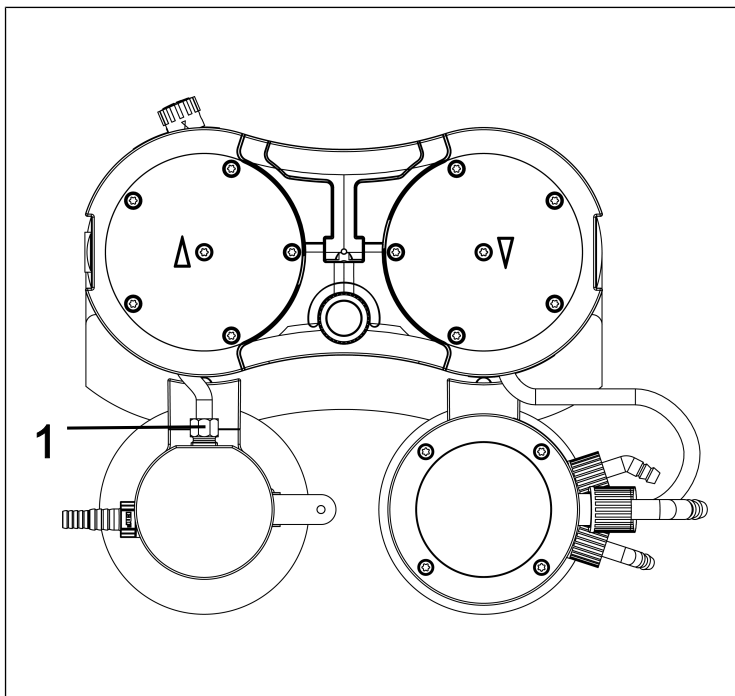

Fig.11: Desserrage du raccord de tuyaux
2. Desserrez la vis chapeau du raccord de tuyaux (**1**/Fig. 11) des composants du système de vide.
i Pour desserrer la vis chapeau du raccord de tuyaux du piège à liquide (**1**/Fig. 11), le cas échéant, une clé à fourche d'ouverture 14.
10. Vissez la vis chapeau du raccord de tuyaux du piège à liquide (1/ Fig. 11) sur le raccord du piège à liquide jusqu'en butée.
- i** Pour serrer la vis chapeau du raccord de tuyaux du piège à liquide (1/ Fig. 11), utilisez le cas échéant une clé à fourche d'ouverture 14